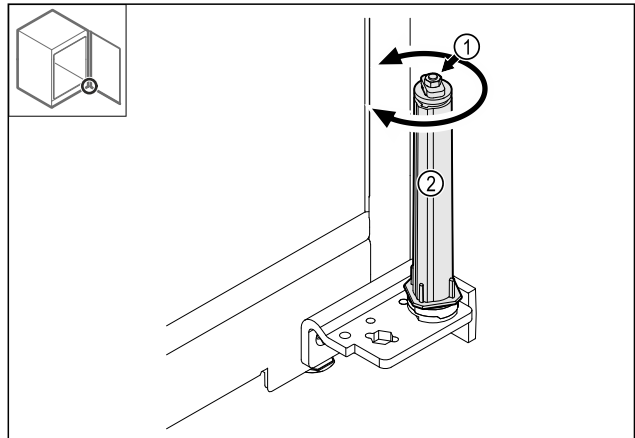

Fig. 36
- Schroefverbinding Fig. 36 (1) van het sluitsysteem niet demonteren.
- Sluitsysteem Fig. 36 (2) draaien, tot deze vastklikt.